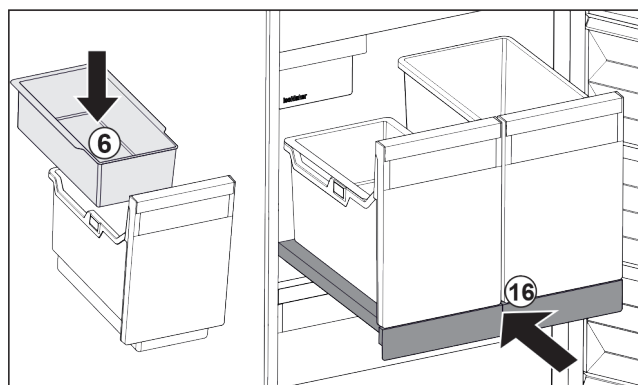

Fig. 201
- Einhängeschale Fig. 201 (6) für Eiswürfel einsetzen.
- Auszugsbord mit Behälter (IceTower) einschieben. Fig. 201 (16)